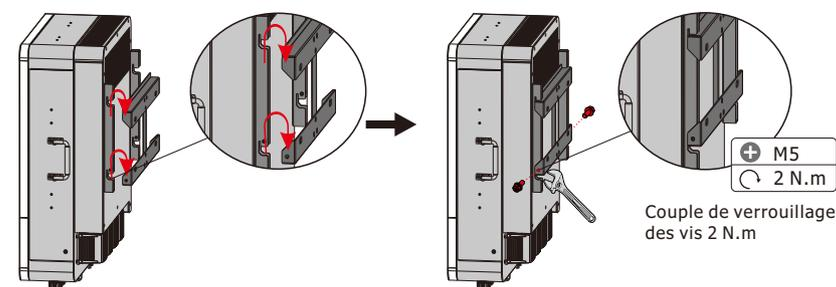

Figure 3.4-2 Installation d'un onduleur
Étape 2. Soulevez l'onduleur pour le suspendre au support d'installation. Nous pouvons empêcher le vol en verrouillant. Voir Figure 3.4-2.